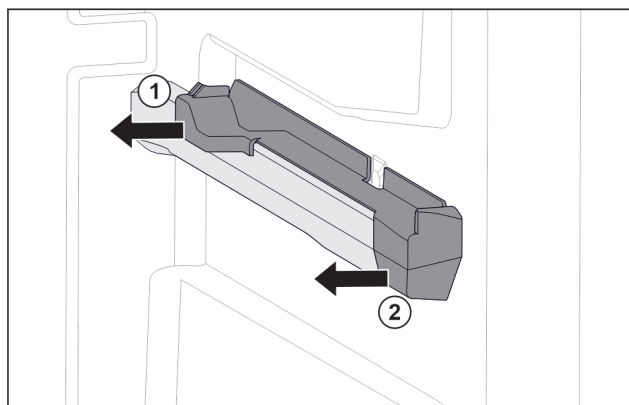

Fig. 30 Elemento inseribile sulla nervatura destra del contenitore
- Estrarre l'elemento inseribile dal lato posteriore di lato. Fig. 30 (1)
- Estrarre l'elemento inseribile dal lato anteriore di lato. Fig. 30 (2)